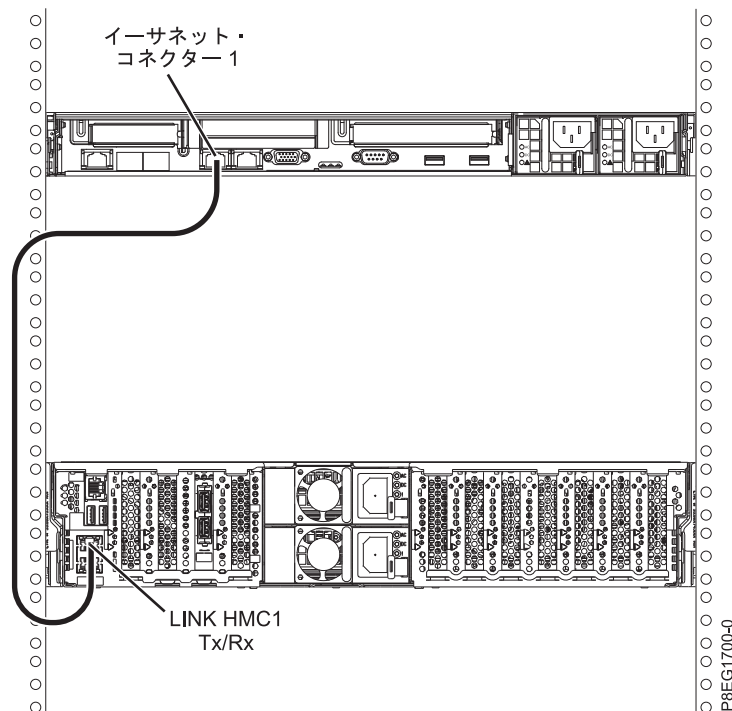

図 17. 管理対象システムへの HMC の取り付け
1. HMC を管理対象システムに直接接続する場合は、HMC の イーサネット・コネクタ 1 を管理対象システムの **HMC1** ポートに接続します。『図 17』を参照してください。